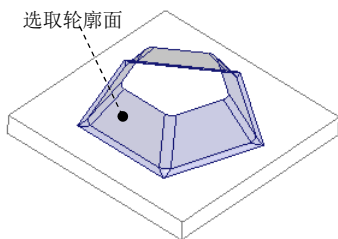

图 3.2.29 选取轮廓面
Step3. 在“轮廓铣削”操控板中单击 **参考** 按钮，在弹出的“参考”设置界面中 **类型** 下拉列表中选择 **曲面** 选项，选取图 3.2.29 所示的所有轮廓面（参考模型的侧面）。